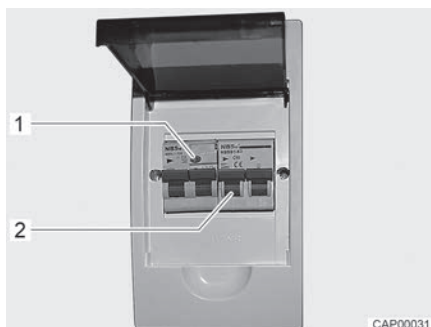

Bild 56 230 V-säkringslåda med ledningsskyddsbrytare och FI-brytare
En jordfelsbrytare (FI-brytare) i säkringslådan skyddar hela fordonet mot läckström (0,03 A). Den efterkopplade ledningsskyddsbrytaren (10 A) (Bild 56,2) säkrar 230 V-nätet.
- När fordonet är anslutet till 230 V-försörjningen: Tryck på kontrollknappen (Bild 56,1). Jordfelsbrytaren måste lösa ut.